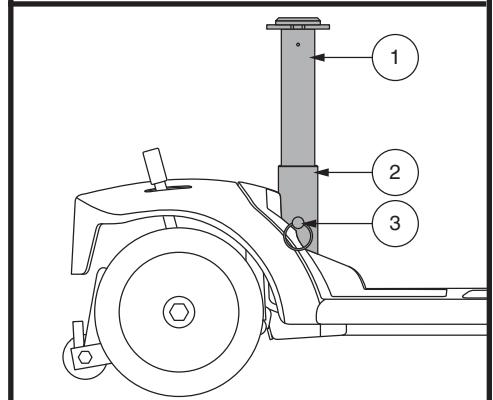

Figura 25. Regolazione dell'altezza del sedile
È possibile posizionare il sedile ad altezze differenti. **Vedere figura 25.**
2. Rimuovere il montante della sella dal Travel Scooter staccando il perno di fermo dalla parte inferiore del reggisella, poi sollevare il montante ed estrarre dal Travel Scooter. **Vedere figura 25.**